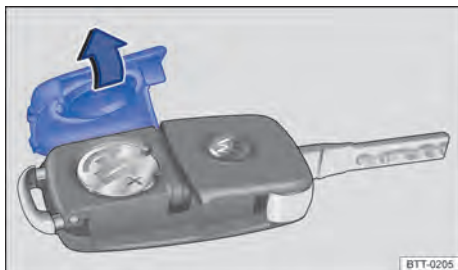

Fig. 23 Chave do veículo com comando remoto: abrir a tampa do alojamento da bateria.
A bateria encontra-se no lado posterior da chave do veículo com comando remoto, sob uma cobertura ⇒ **Fig. 23**.
- Retirar a cobertura no lado posterior da chave ⇒ **Fig. 23** no sentido da seta ⇒ .
- Posicionar a cobertura conforme indicado ⇒ **Fig. 23** e pressionar no sentido contrário ao da seta sobre a carcaça da chave do veículo até encaixar.